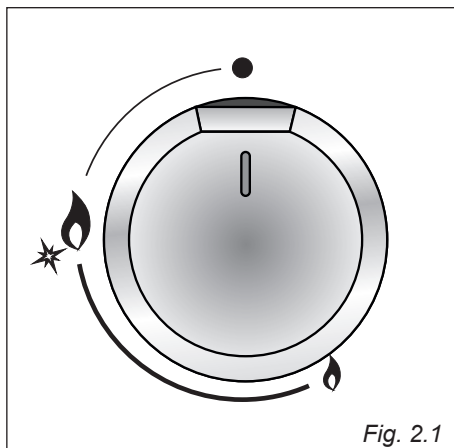
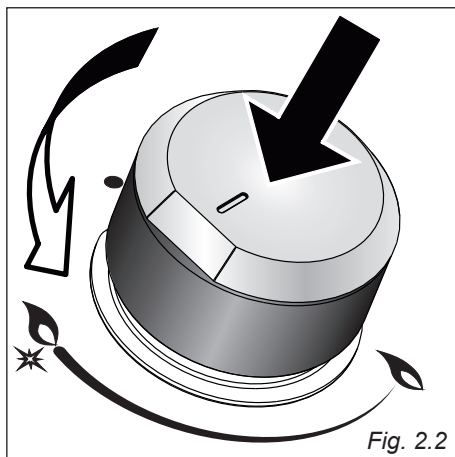

Fig. 2.1
Fig. 2.2
Med betjeningsknappen tændes brænderen, og flammens styrke indstilles (se Fig. 2.1).
1. Tryk knappen ind og drej den venstre om (Fig. 2.2) til symbolet for kraftigste flamme  (Fig. 2.1). Hold knappen inde indtil flammen tændes. Hvis flammen ikke tænder, forsøg da med en tændstik.